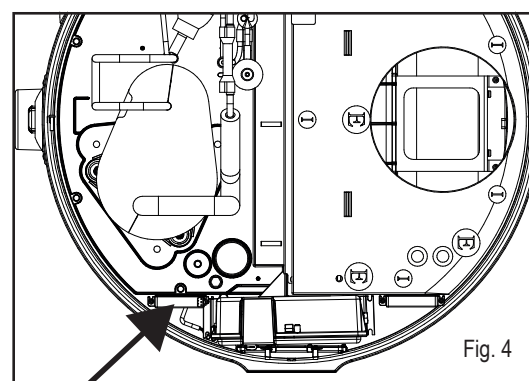

Fig. 4
5. L'interfaccia deve essere fissata nella posizione mostrata in figura (fig.4) seguente con le due viti autofilettanti presenti nel kit.
5. La interfaz debe fijarse en la posición que se muestra en la siguiente figura (fig.4) con los dos tornillos autorroscantes presentes en el kit.
5. The interface must be fixed in the position shown in the following figure (fig.4) with the two self-tapping screws present in the kit.
5. A interface deve ser fixada na posição mostrada na figura a seguir (fig.4) com os dois parafusos auto-roscentes presentes no kit.
5. L'interface doit être fixée dans la position indiquée sur la figure suivante (fig.4) avec les deux vis autotaraudeuses présentes dans le kit.
5. Die Schnittstelle muss mit den beiden im Kit enthaltenen selbstschneidenden Schrauben in der in der folgenden Abbildung (abb.4) gezeigten Position befestigt werden.
5. De interface moet worden bevestigd in de positie die wordt weergegeven in de volgende afbeelding (fig.4) met de twee zelftappende schroeven die in de set aanwezig zijn.